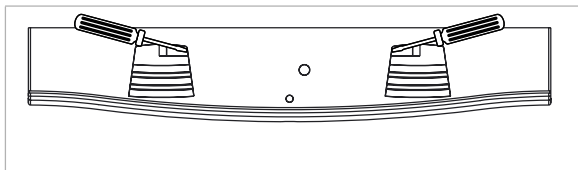

Abb. 29: Oberteil lösen
- Das Oberteil lösen und abnehmen (siehe Abb. 29 und 30).
- ▶ Das Oberteil lösen und abnehmen (siehe Abb. 29 und 30).